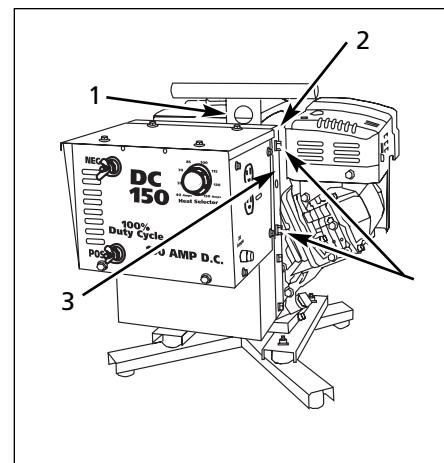

Figure 3 - 150
Si la courroie ou la poulie d'alternateur glisse, l'arc démarra solide pour s'éteindre tandis que l'alternateur ralentit. Ceci se remarque tout particulièrement à des réglages d'ampérage élevé. La courroie pourrait émettre un bruit en glissant ou non. La courroie doit être serrée et avoir très peu de jeu lors d'une vérification manuelle après avoir retiré le dispositif de protection de la courroie (voir la Figure 3, Référence 1).
Pour ajuster la courroie (voir la figure 3) :
1. Retirer le couvercle/poignée de la courroie (voir la figure 3, référence 1). Desserrer le boulon de verrouillage de l'alternateur près du ventilateur (voir la figure 3, référence 2).
2. Resserrer la courroie en insérant un tournevis dans le trou d'ajustement et en poussant vers le haut sur la cale derrière le boulon de verrouillage. Maintenir la tension (voir la figure 3, référence 3).
- Desserrer les boulons de montage de l'unité de soudure (4) (Voir Figure 3, Référence 4) et faire basculer l'appareil vers l'avant et vers l'arrière pour atteindre l'alignement parfait. Resserrer les boulons de montage avec les courroies alignées.